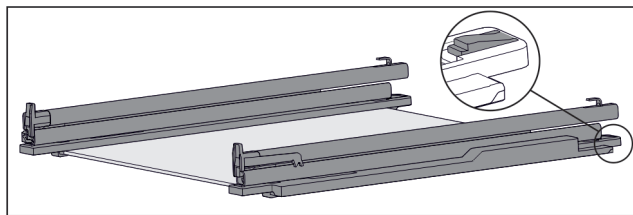

Fig. 125 Стъклена плоча с релси и задържащи части
- Натиснете надолу задържащата част отзад (виж Fig. 125) и едновременно с това избутайте релсата назад.